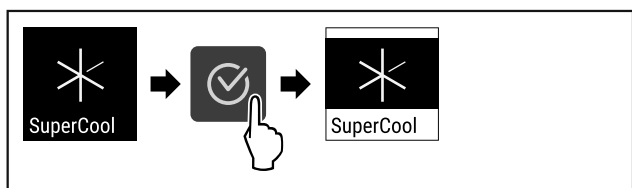

Fig. 72
- ▶ Eseguire i passi (vedere Fig. 72).